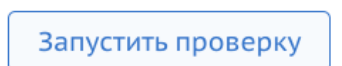

Рисунок 69. Кнопка запуска проверки.
- 5) Нажать на кнопку “Запустить проверку” (рисунок 69);